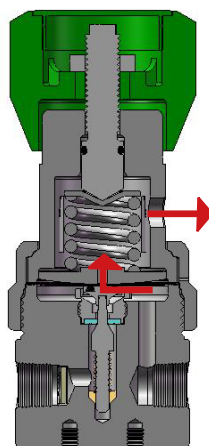

Abb. 2: Regler mit geschlossener Selbstentlüftung
- Flüssigkeiten oder toxische Medien können mittels einer geschlossenen Entlüftung aufgefangen, korrekt entsorgt oder zurückgeführt werden (geschlossene Selbstentlüftung). (Abb. 2)